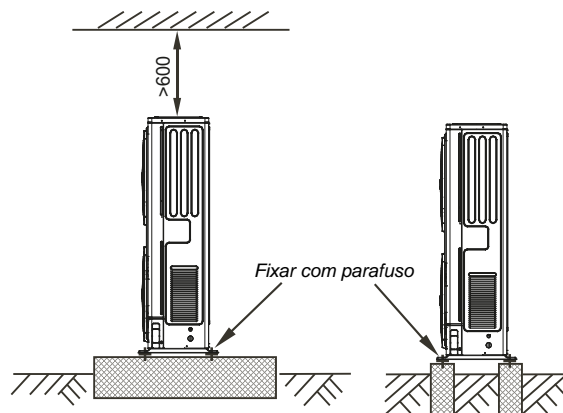

Figura 7.
- Prepare a base de concreto de acordo com as especificações para unidades externas. (Ver Figura 7)
- Fixe os pés da unidade firmemente com parafusos para evitar desmoronamento em caso de terremoto ou ventos fortes. (Ver Figura 7).